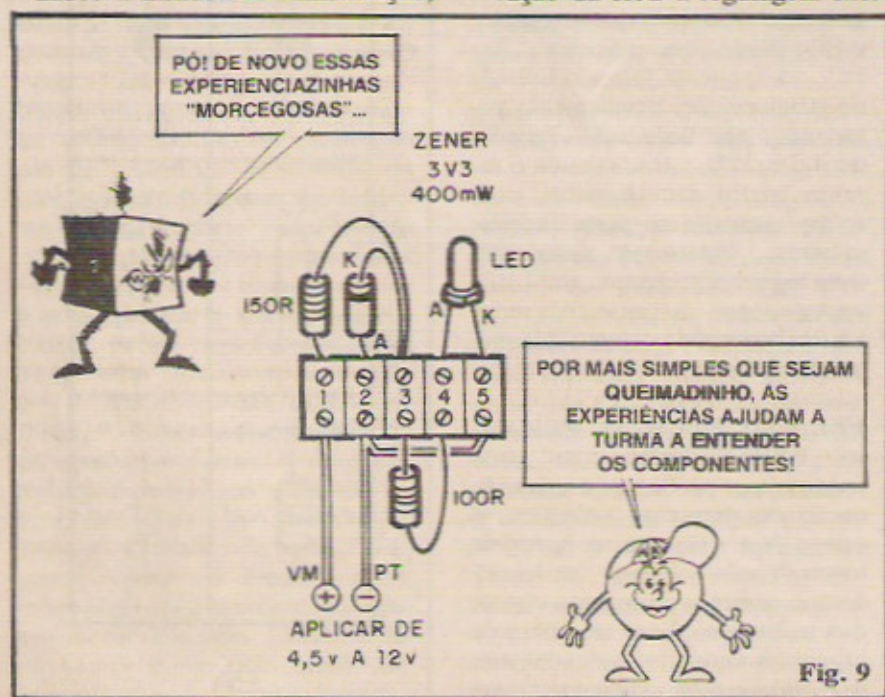

Fig. 9
- FIG. 9 - “Chapeado” da montagem experimental/comprobatória... O substrato da “coisa” é um pedaço de barra de conectores parafusados, tipo “Sindal”, com 5 segmentos... Já vimos exaustivamente as técnicas de montagens desse tipo, sem solda, que permitem o fácil e amplo reaproveitamento das peças... Lembrem-se que não é preciso apertar demasiadamente os parafusos da barra, bastando “arrochar” o suficiente para prender a peça (terminal) e estabelecer bons contatos elétricos... Dessa maneira os terminais não se danificam, e as peças podem, futuramente, ser novamente usadas em outras Experiências (ou mesmo em Montagens Práticas “definitivas”...). Atenção à posição do diodo zener e do LED. Identificar também os fios destinados à Entrada de Alimentação,